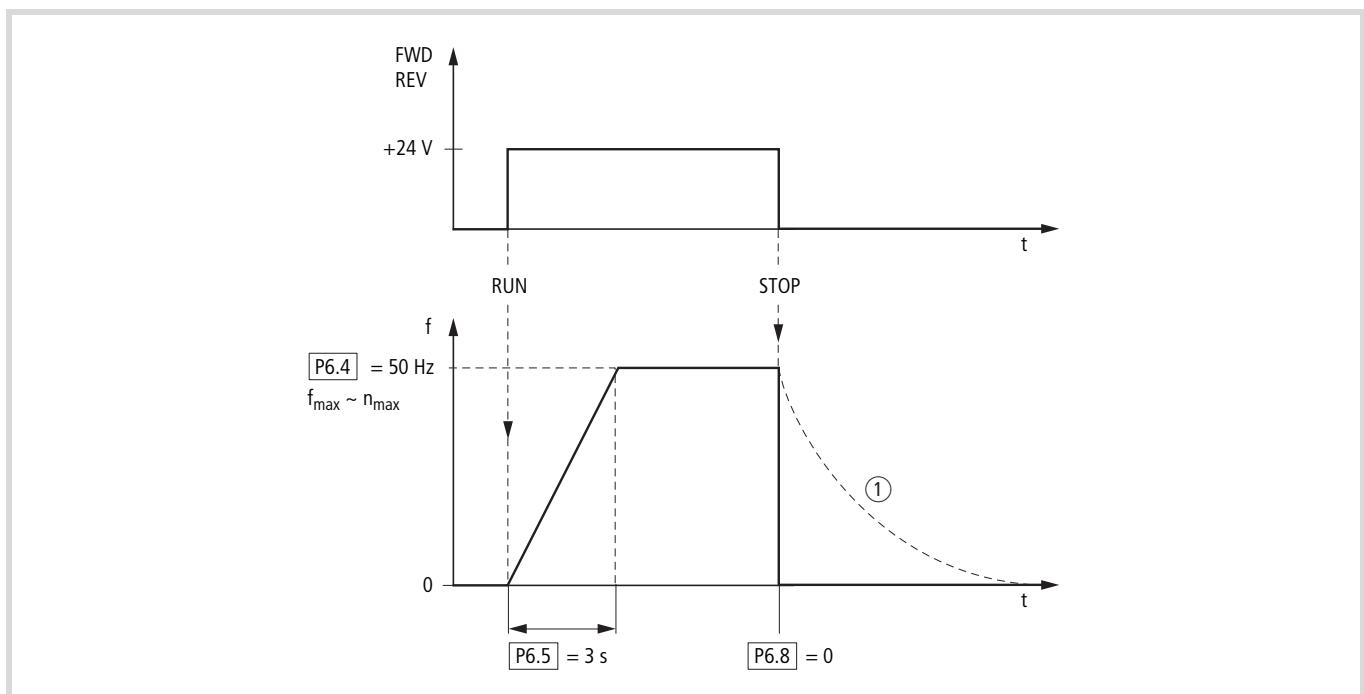

Abbildung 59: Start-Stopp-Befehl bei maximaler Sollwertspannung, Beschleunigungsrampe 3 s
Wird im Betrieb das Freigabesignal (FWD, REV) abgeschaltet, so wird der Wechselrichter sofort gesperrt (STOP) und die Ausgangsfrequenz auf null gesetzt. Der Motor läuft ungeführt aus (siehe ① in Abbildung 59, Seite 59).
Abbildung 59 auf Seite 59 zeigt beispielhaft den Verlauf, wenn das Freigabesignal (FWD/REV) angeschaltet wird und die maximale Sollwertspannung (+10 V) anliegt. Der Motor folgt in seiner Drehzahl der Ausgangsfrequenz, in Abhängigkeit vom Last- und Trägheitsmoment (Schlupf), von null bis  $n_{\text{max}}$ .